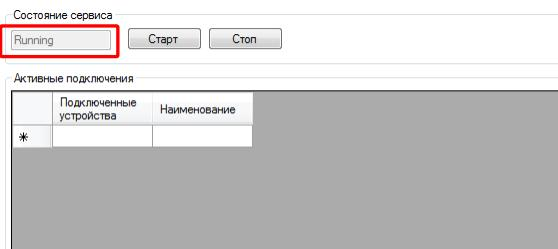

Рисунок 7.1.5 - Сервер запущено
10. Якщо сервер запущено, з'явиться повідомлення "Running", рисунок 7.1.5.